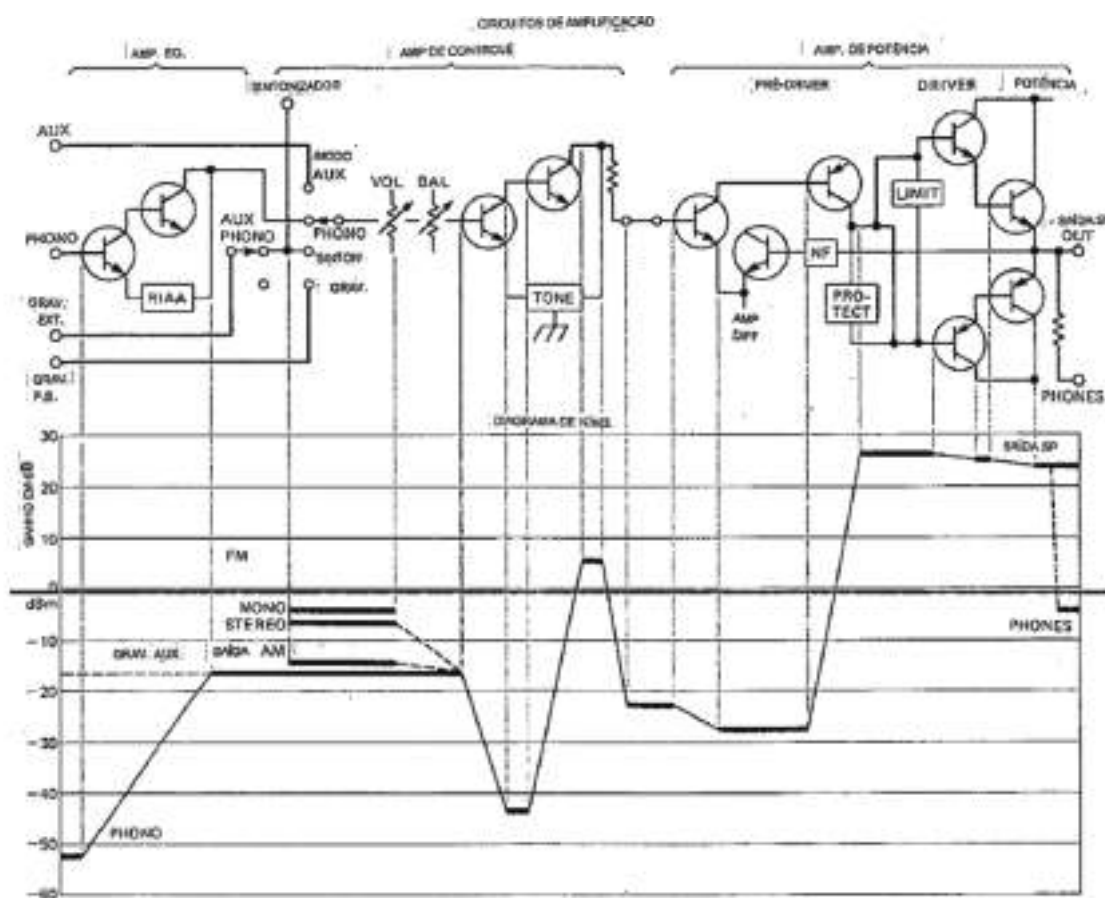

Figura 82 - Um diagrama de sinal para cada andar dum amplificador integrado.
Se o andar ou circuito com avaria tiver sido localizado, a peça ou peças avariadas devem ser localizadas. Uma inspeção visual cuidadosa do circuito avariado pode ajudar a localizar a peça deficiente. Procure condensadores eletrolíticos corroídos, placas de circuitos impressos partidos (CI), resistências superaquecidas, ou outras avarias. Se todas as peças estiverem normais, deve fazer-se a verificação do ganho de sinal e tensão, enquanto consulta o manual de serviço ou diagramas esquemáticos para níveis de tensão adequados. A Figura 82 indica um esquema de nível de sinal para circuitos de amplificadores normais. Repare que os drives e andar de potência não aumentam a tensão. Contudo, aumentam a corrente para aumentar a potência.